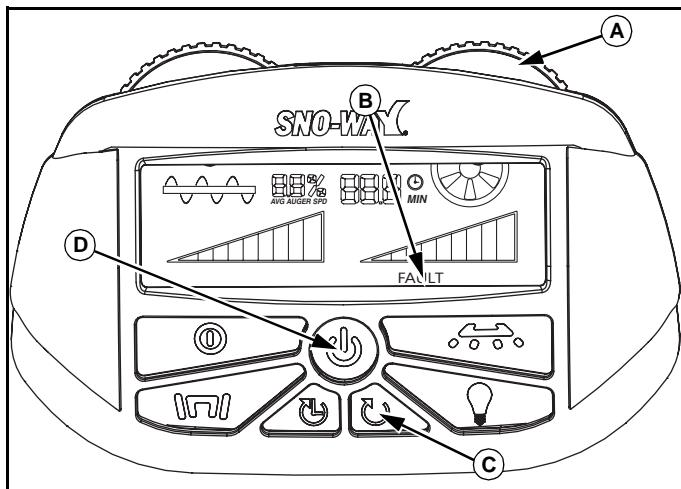

Figur 1-18
Når spiralboret stanser, vil ordet FAULT (A) lyse opp på skjermen. Den venstre spiralbor-skiven  (B), strømknappen  (D), og knappen for tilbakestilling av feilen  (C) vil blinke rødt. Grafen vil forsvinne og spiralboret vil begynne å rotere bakover og fremover. Dessuten vil vibratoren, fuktesystemet, og lyset slutte å virke helt til fastkjøringen slippes. Når fastkjøringen er sluppet fri, vil sprederen gjenoppta sin tidligere drift. Hvis fastkjøringen ikke har blitt sluppet fri etter fire sykluser, vil enheten pipe, og slutte å fungere. Ordet FAULT (A) vil fortsette å lyse på skjermen. Spiralborets skive og knappen for tilbakestilling av feil blinker rødt, mens strømknappen lyser kontinuerlig rødt. (Se Figur 1-18.)